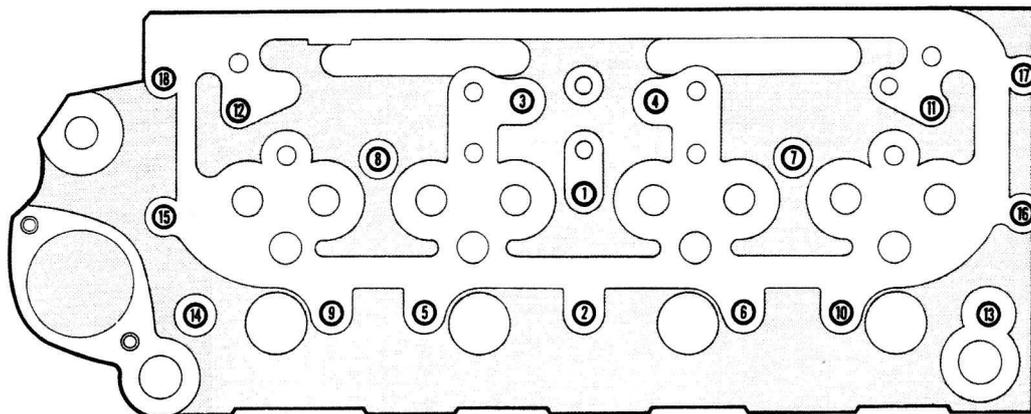

Fig. 2
- 3° Desserrer les écrous de fixation de culasse dans l'ordre inverse indiqué à la figure 2 et les déposer.
- 21° Desserrer les écrous de fixation de culasse dans l'ordre inverse indiqué à la figure 2 et les déposer.